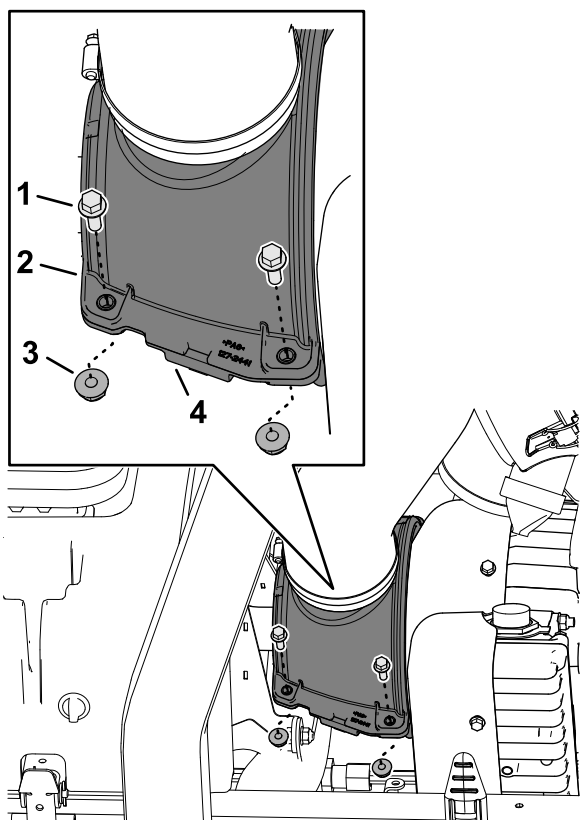

Рисунок 71
3. Прикрепите половины кожухов воздушного охлаждения генератора и штифты ограничения сжатия с помощью 4 колпачковых винтов с фланцевыми головками и 4 фланцевых контргаек (Рисунок 71).